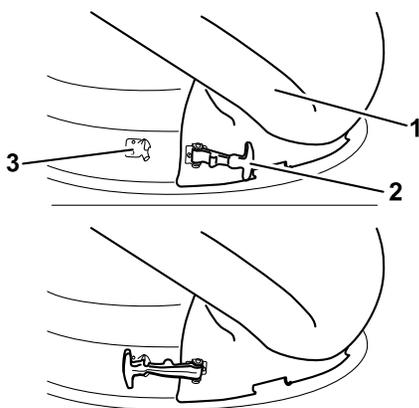

Figura 16
6. Fissate la guida di scarico sul piatto di taglio da 50 poll. Agganciate il fermo flessibile della guida di scarico al fermaglio saldato sul piatto di taglio, sul retro dell'apertura (Figura 16).